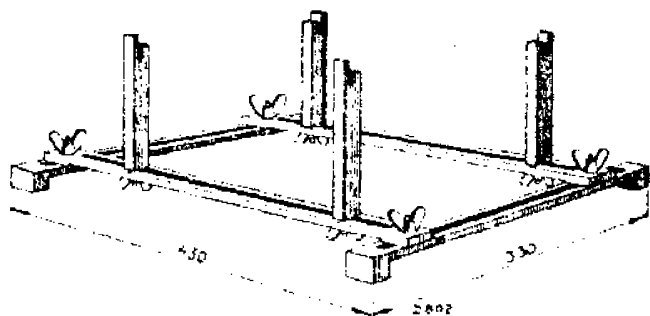

Fig. 1
2. Gebruik bij reparatie een montagebankje, zóó, dat het omgekeerde chassis niet op de spoelbussen kan rusten. Bij voorkeur neemt men een universeel montagebankje, zooals afgebeeld in fig. 1 (Codenummer 09.991.000).